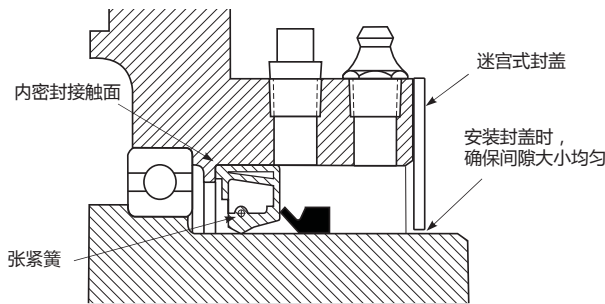

图 7
2. **内密封件**——如图7所示，用卡紧弹簧将内密封平正地放进端盖。
7. 把迷宫式封盖和螺丝重新装上，但不要拧紧。确保内凸轮和迷宫式封盖之间的间隙四周均匀。（见图7）将扭力扳手设定为14-17 lb-ft(18-23Nm),最后用扭力扳手拧紧。